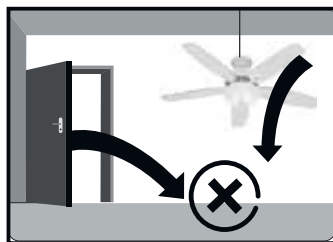

Fig. 3
- Não o coloque em frente de unidades de ar condicionado, em frente de respiradouros, debaixo do ventilador ou em aberturas directas de portas e janelas. (Fig. 3)